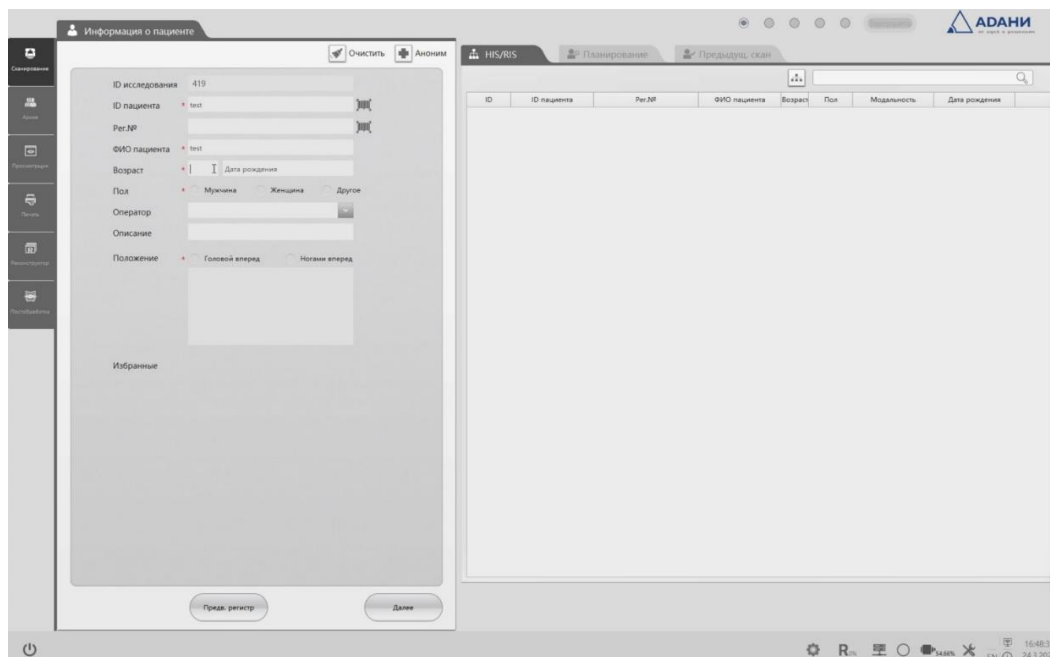

Рисунок 4-2 Основной интерфейс «Сканирование пациента»
3. После завершения запуска система перейдет в основной интерфейс «Сканирование пациента» (рис.4-2). Подробнее о процессе сканирования см. Раздел 5 «Сканирование».